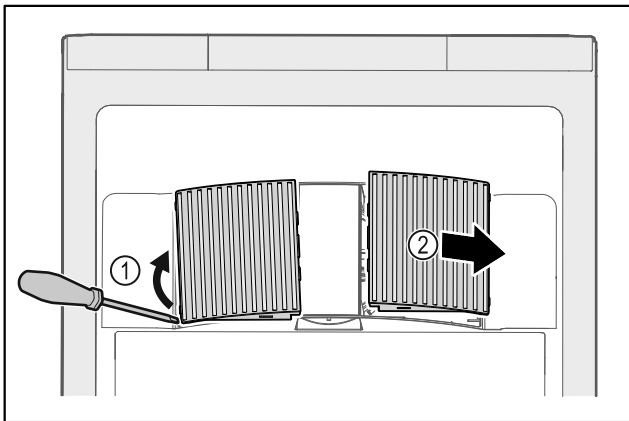

Fig. 104
- ▶ Óvatosan fessegesse le a ventilátor burkolatait oldalról Fig. 104 (1), és emelje le őket előre felé Fig. 104 (2).